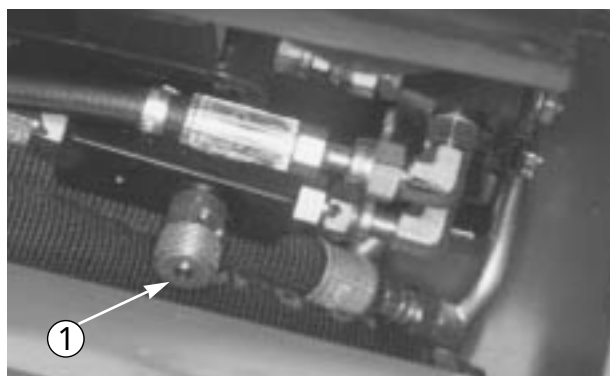

図 64
1. 調整バルブ（図64）はフードを開けて機体の左後ろ側面にある。